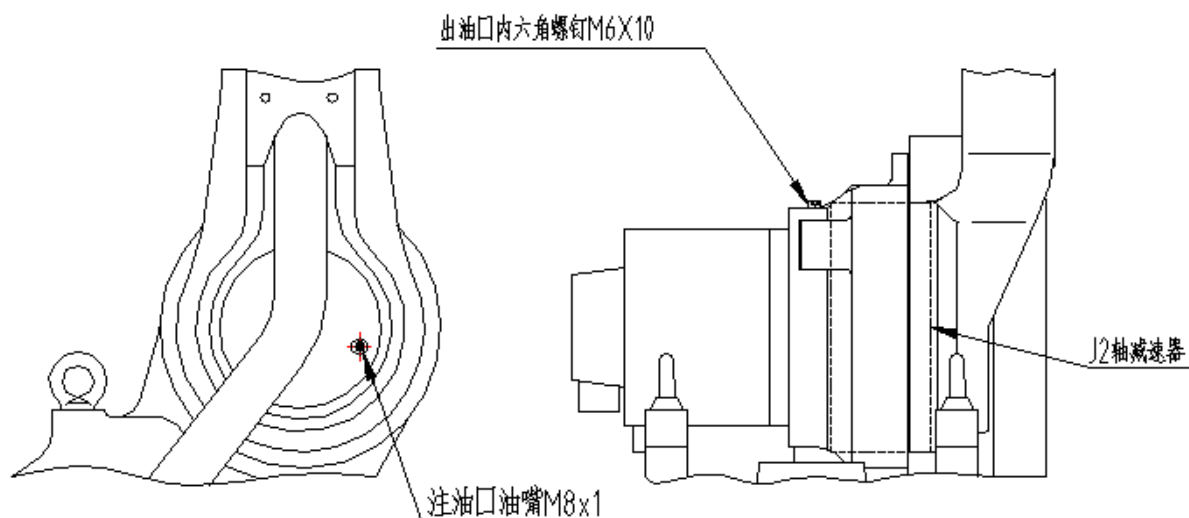

图 12 J2 轴减速机局部结构
#### (1) 油脂补充步骤（参考 图 12）
- ④ 安装注油口堵塞;
- ⑤ 安装出油口堵塞前, 运动 J2 轴几分钟, 使多余的油脂从出油口排出;
- ⑥ 用布擦净从出油口排出的多余的油脂, 安装出油口堵塞。
**(2) 油脂更换步骤 (参考 图 12)**